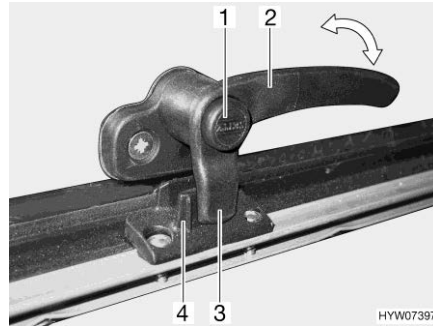
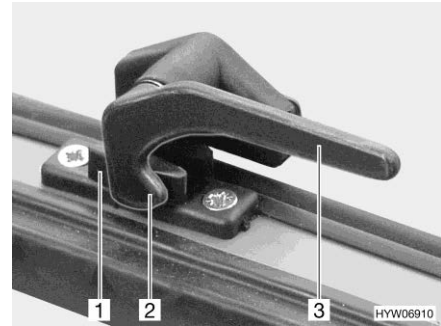

Bild 109 Låsarm med låsknapp i läget "stängd"
Bild 110 Låsarm i läget "stängd"
- Tryck på låsknappen (Bild 109,1) om sådan finns och håll den nedtryckt.
- Sväng låsarmen (Bild 109,2 eller Bild 110,3) ett kvarts varv mot fönsterets mitt.
- Sväng låsarmen (Bild 109,2 eller Bild 110,3) ett kvarts varv mot fönsterkarmen. Låsspaken (Bild 109,3 eller Bild 110,2) på låsarmen sitter helt på fönsterlåssets insida (Bild 109,4 eller Bild 110,1).
- I läget "helt stängt" (Bild 109 och Bild 110)